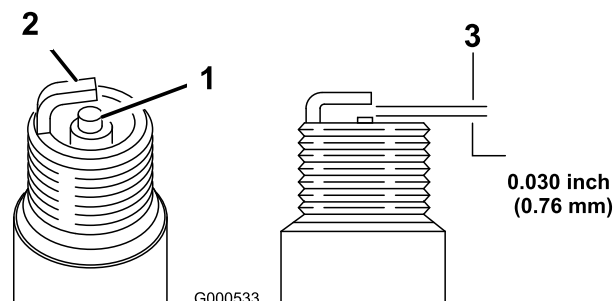

Figura 42
1. Veja a parte central das velas de ignição (Figura 42).
2. Verifique a folga entre os elétrodo central e lateral (Figura 42) e dobre o elétrodo lateral, se verificar uma folga incorreta.
3. Coloque os cabos nas velas de ignição (Figura 42).